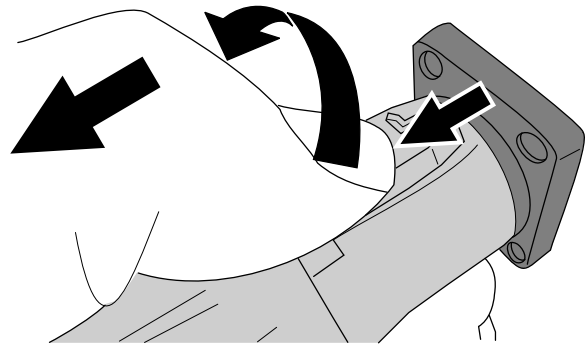

Figura 36
8. Deslice hacia atrás el botón del conector, gire el conector en sentido antihorario y tire del conector para sacarlo del enchufe (Figura 36).